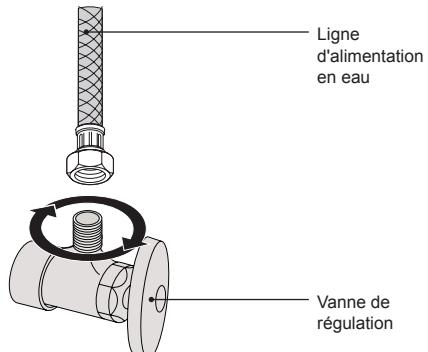

Figure 17
- ① Raccorder la ligne d'approvisionnement en eau à la valve de contrôle de l'eau normalement situé à l'arrière et vers la gauche face à la toilette (Figure 17).
- ② Ouvrir l'eau lentement et vérifier s'il ya des fuites.
- ③ Si les fuites sont constatées, éteindre l'eau et resserrez toutes les connexions. Tourner le dos de l'eau ON.
- ④ Purger le WC et de continuer à vérifier les fuites. C'est une bonne idée de vérifier s'il ya des fuites pendant 3 jours ou plus après l'installation.